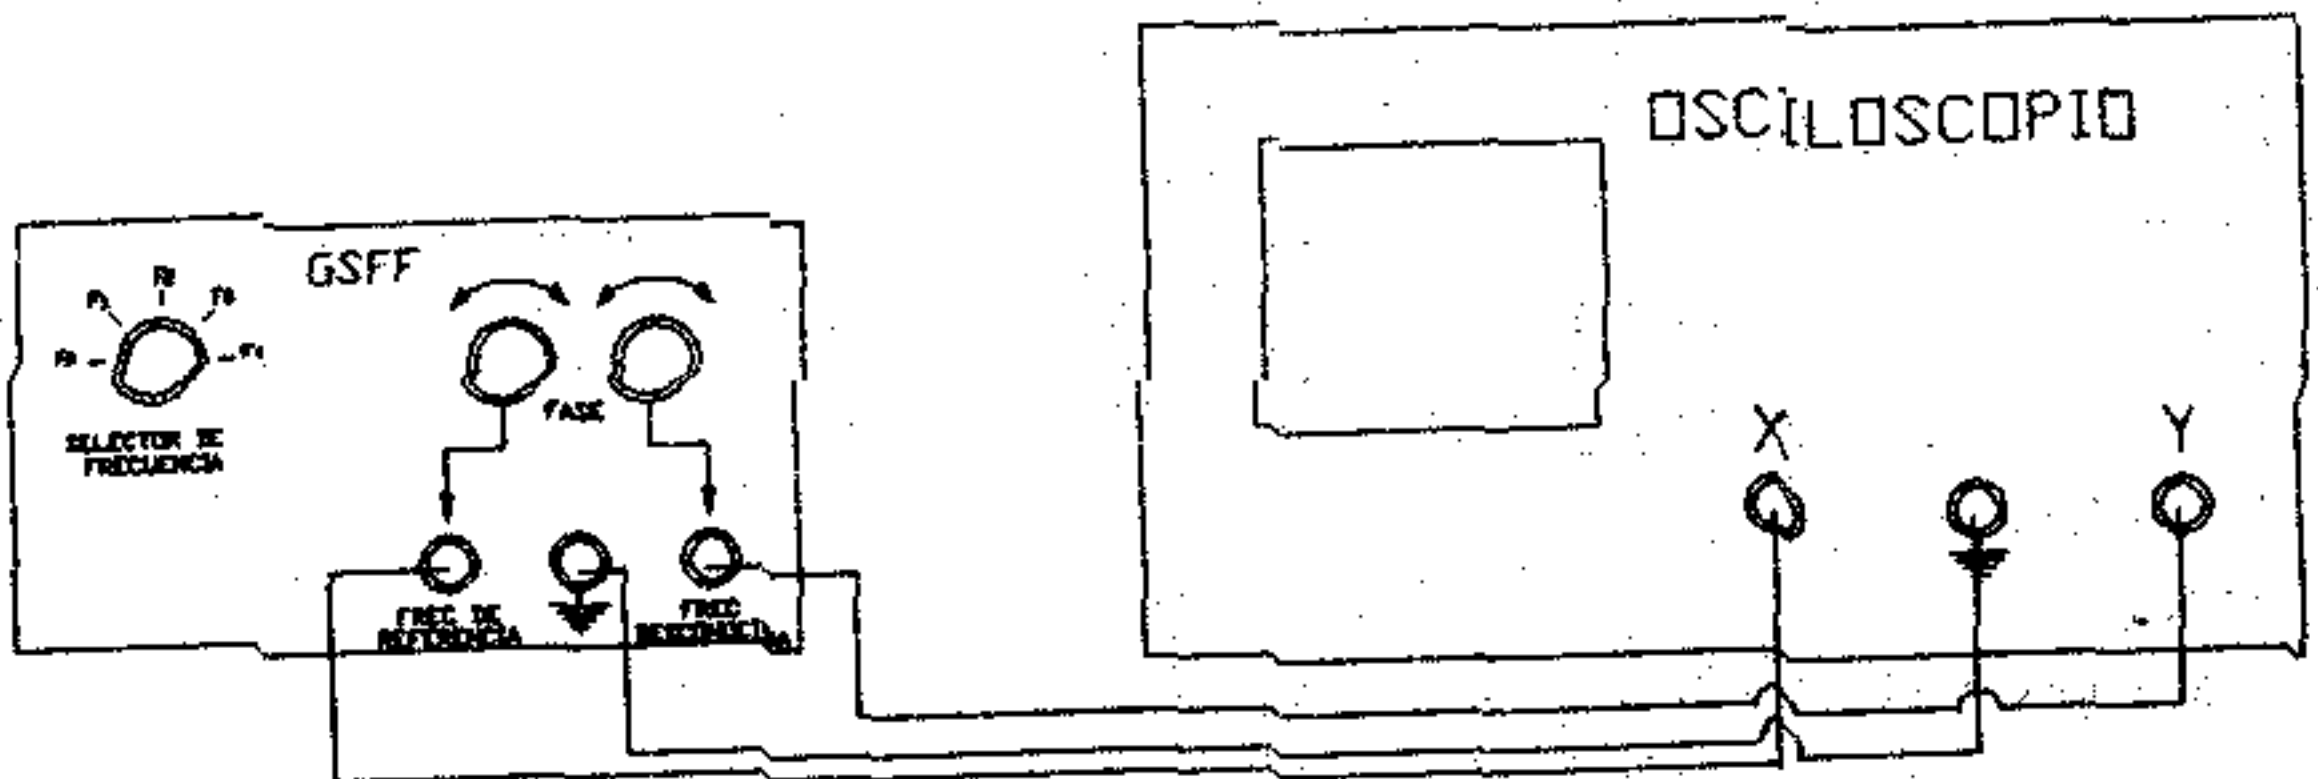

Figura 16
- Conecte el GSFF (Generador de Señales Senoidal de Frecuencia Fija) al osciloscopio como se muestra en la figura 16.
- 10.- En relación con la figura 16 grafique cada una de las imágenes observadas al variar de F_0 a F_4 y determine la relación de frecuencia para cada caso.